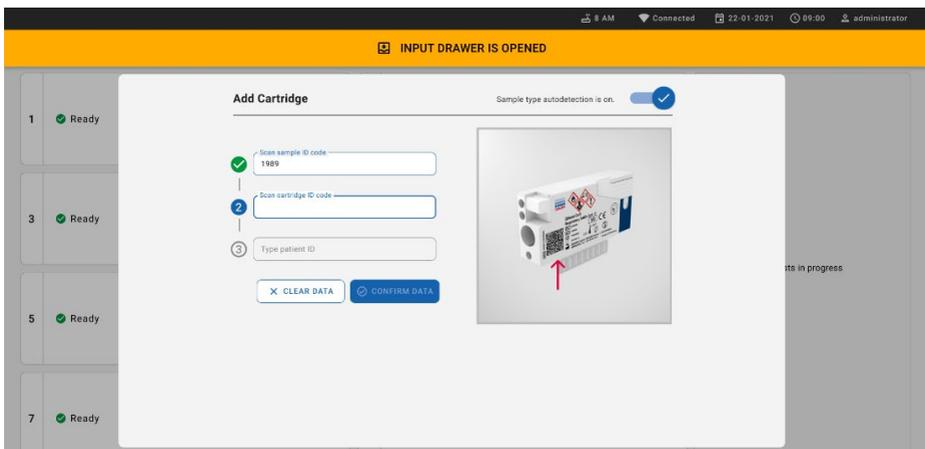

Abbildung 57. Bildschirm „Kartuschen-ID scannen“.
8. Scannen Sie nach Eingabe des Proben-ID-Barcodes den Barcode der zu verwendenden QIAstat-Dx Respiratory SARS-CoV-2 Panel Cartridge ein (Position durch Pfeil angegeben). Der QIAstat-Dx Rise erkennt anhand des Barcodes der QIAstat-Dx Respiratory SARS-CoV-2 Panel Cartridge automatisch den auszuführenden Assay (Abbildung 57).